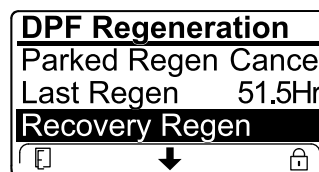

Figura 48
- Se o computador do motor não tiver pedido uma regeneração de recuperação e percorrer a opção REGENERAÇÃO DE RECUPERAÇÃO, a regeneração de recuperação bloqueia e o ícone de bloqueio (Figura 48) surge no canto inferior direito do InfoCenter.